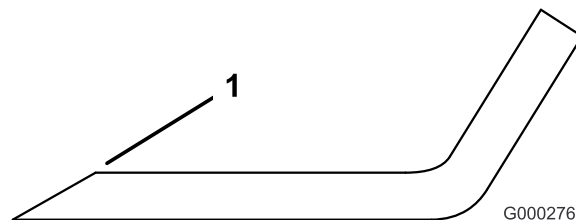

Figura 34
3. Inspeccione as extremidades de corte de todas as lâminas. Afie as extremidades de corte se estas apresentarem sinais de desgaste ou ranhuras. Afie apenas o lado superior da parte cortante e mantenha o ângulo de corte original para garantir um desempenho eficaz da lâmina (Figura 34). A lâmina mantém o equilíbrio se for retirada a mesma quantidade de metal de ambas as partes cortantes.